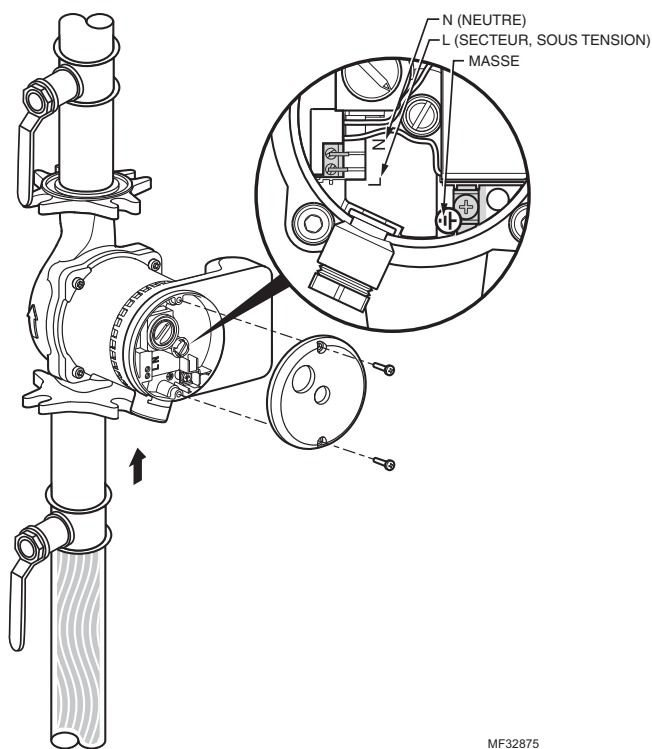

Fig. 8. Câblage de la pompe du circulateur.
- Brancher le fil de masse à la vis de masse à l'intérieur du boîtier (Voir la Fig. 8).